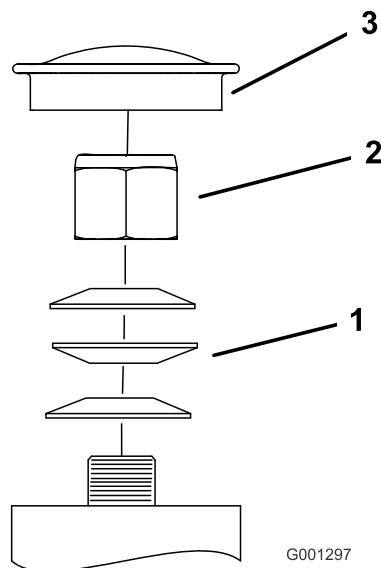

Figura 57
- Retire el tapón anti-polvo de la rueda giratoria y apriete la contratuerca (Figura 57).
- Apriete la contratuerca hasta que las arandelas de muelle estén planas, luego afloje 1/4 de vuelta para establecer la pre-carga correcta de los cojinetes (Figura 57).
Importante: Asegúrese de que las arandelas de muelle están correctamente instaladas, según muestra Figura 57.
- Coloque el tapón anti-polvo (Figura 57).